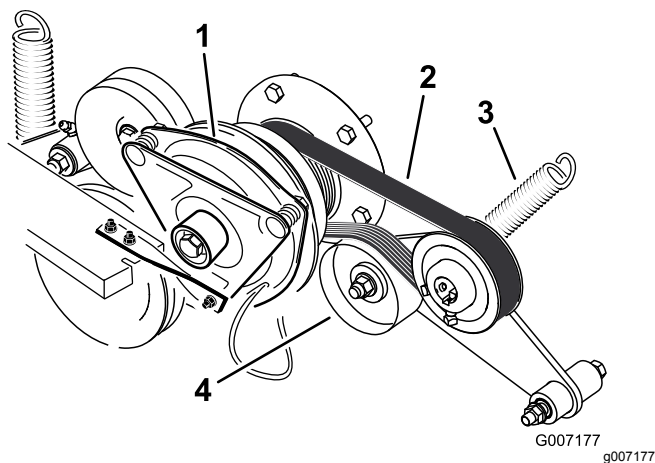

Figure 77
3. Débranchez le ressort du bras de la poulie de tension (Figure 77).
4. Montez la courroie neuve sur les poulies du moteur et des pompes hydrauliques (Figure 77).
6. Raccrochez le ressort au bras de la poulie de tension (Figure 77).